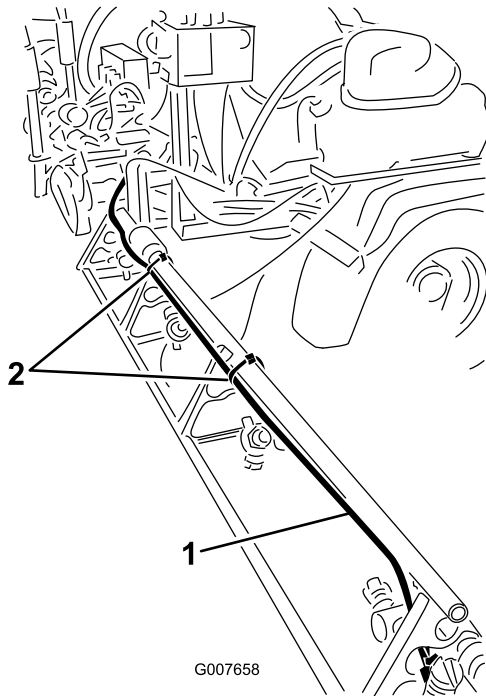

Figure 10
1. Retirez les serre-câbles qui fixent les tubes de liquide et d'air du kit traceur à mousse à la section de rampe extérieure (Figure 10).